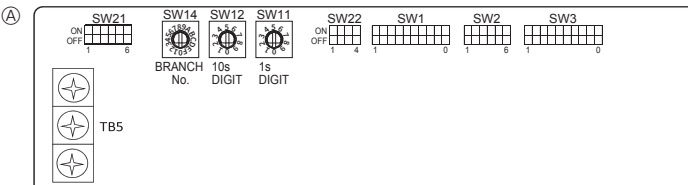

Fig. 5-10
5.6. Установка адресов (Fig. 5-10)
5.7. Установка переключателей при высоком потолке или при изменении числа выходов воздуха (Fig. 5-10)
5.8. Определение температуры в помещении встроенным датчиком пульта дистанционного управления (Fig. 5-10)